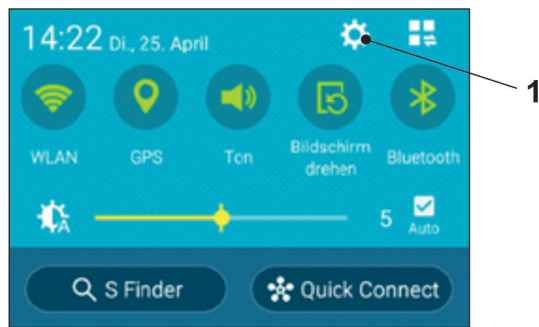

Abb. 29-2 Symbol für Einstellungen
2. Über das Symbol für Einstellungen (Abb. 29-2 Pos. 1) das zugehörige Menü öffnen.